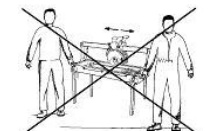

Fig.10
- Transporter aldrig maskinen uden først at sikre at hovedet ikke kan bevæge sig (Fig.10).